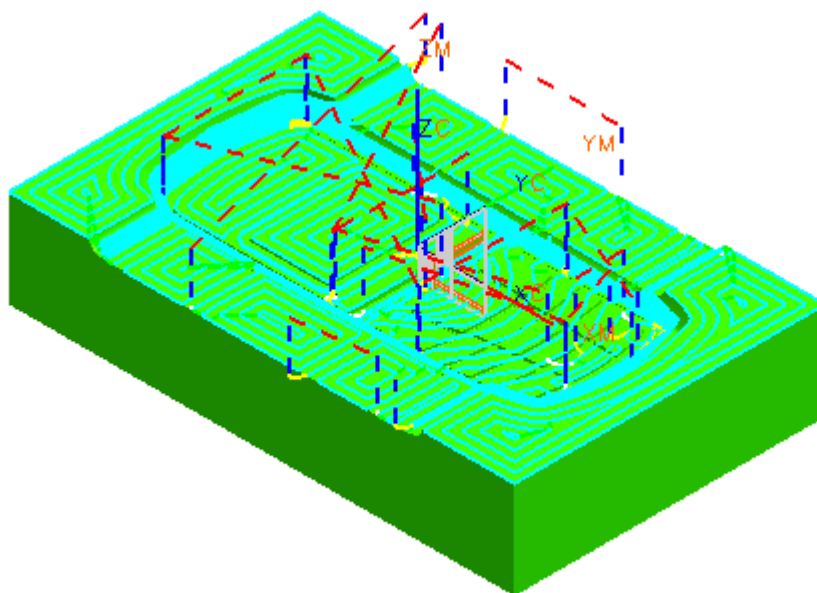

图 9-190
- 单击 ，设置如图 9-190 所示的拐角参数，单击 OK。